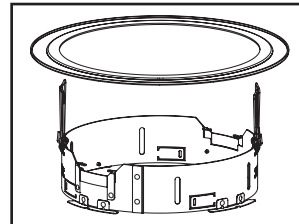

Figura 25.
1. Deslice el anillo de banda adaptadora (opcional) por encima de la unidad del anillo adaptador, mientras sostiene los muelles de montaje en forma vertical (Figura 25.).